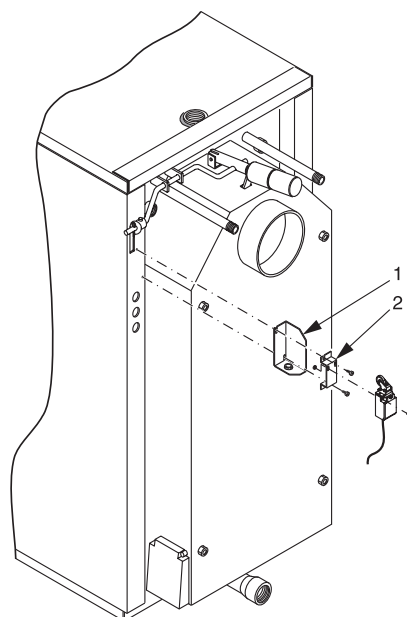

fig. 17
- Montare il contrappeso by-pass pos. 9 (n° 2 contrappesi per i modelli G3 65 e G3 80).
- Montare il pomello (pos. 2).
- Il riscontro del microinterruttore (pos. 4) è fissato in posizione con il grano (pos. 5) (per il corretto posizionamento del microinterruttore, vedere fig. 17).